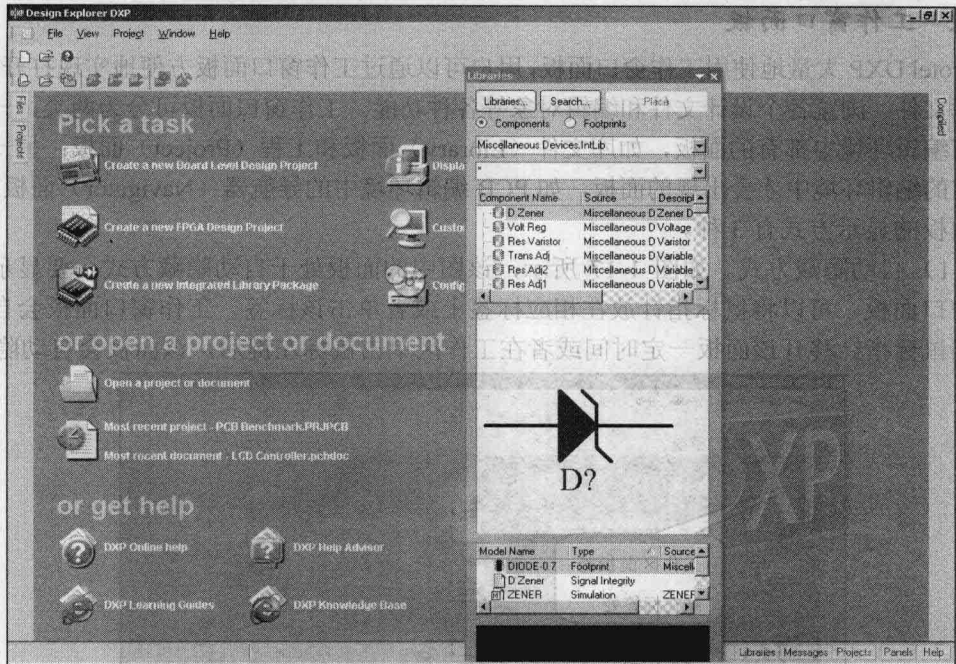

图1-19 浮动显示方式
(3) 浮动显示方式。如图 1-19 所示,其中的【Libraries】面板处于浮动显示状态。